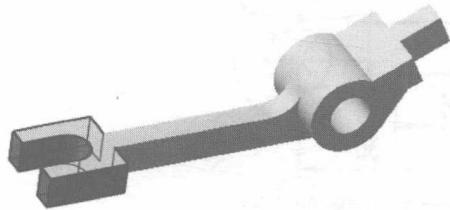
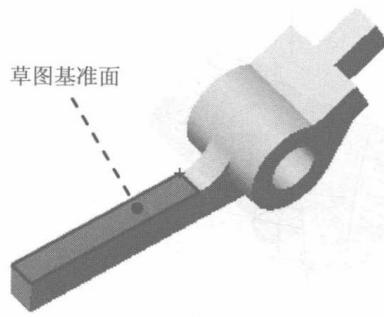

图 1.9 凸台-拉伸 3
图 1.10 草图基准面
Step5. 创建图 1.9 所示的零件特征——凸台-拉伸 3。选择下拉菜单 **插入(I) → 凸台/基体(B) → 拉伸(E)...** 命令 (或单击 按钮); 选取图 1.10 所示的平面为草图基准面;